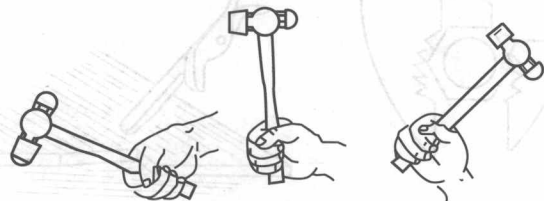

图 1-9 紧握法
(1) 手锤握法
① 紧握法。如图 1-9 所示。用右手五指紧握锤柄,大拇指压在食指上,虎口